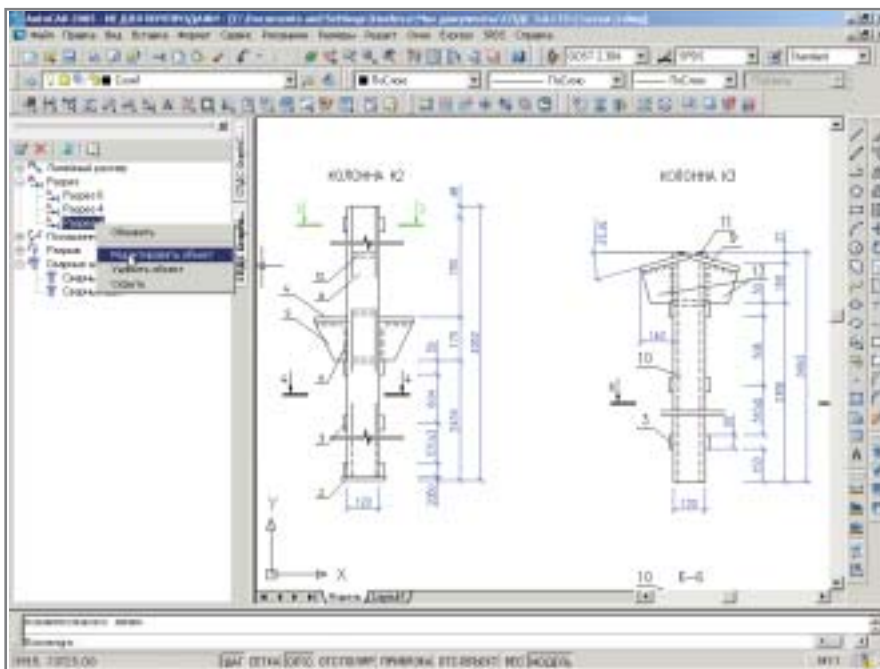

Рис. 2
- При выборе опции редактирования объект подсвечивается (рис. 2);